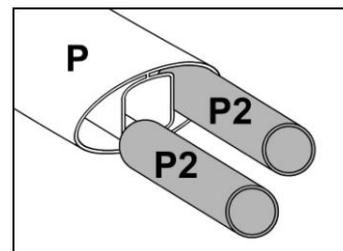

fig. 24
1-Los perfiles de plástico (P) van unidas entre sí por los tubos de unión (P2). Coja un perfil e introduzca dos tubos de unión (P2) por el extremo del perfil. Introduzca los tubos hasta la mitad. Coja otro perfil y una los dos perfiles ejerciendo presión. (fig. 24)